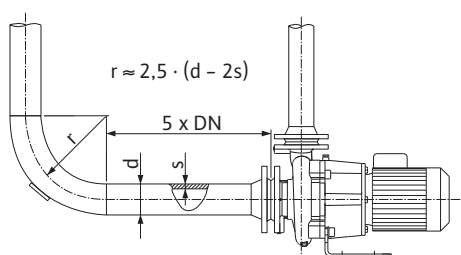
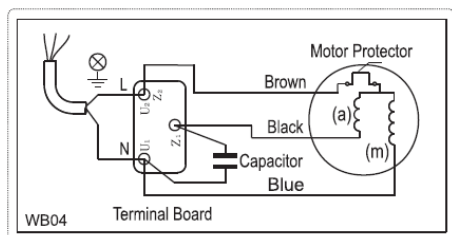

Fig. 4: Tronsonul amortizor în aval și în amonte de pompă
Fig. 5: Racord curent continuu
- Alimentarea electrică depinde de puterea motorului  $P_2$ , de alimentarea electrică și de tipul de pornire. Comutarea necesară a punților de conexiune în cutia de borne se găsește în tabelul următor și în Fig. 4 și Fig. 5.